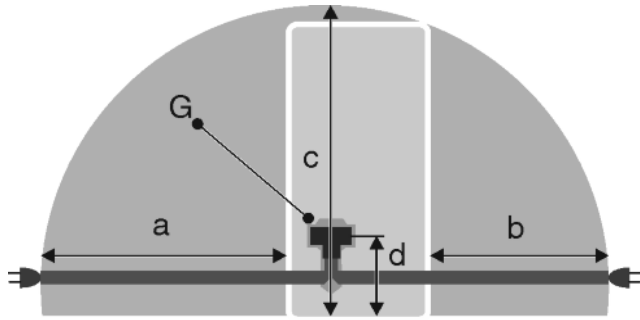

Fig. 20
- Steckdose liegt außerhalb des Geräterückseitenbereichs im gegebenen Bereich Fig. 20 (a, b, c).
- ▶ Gerätestecker Fig. 20 (G) auf der Rückseite des Gerätes einstecken. Auf richtiges Einrasten achten.